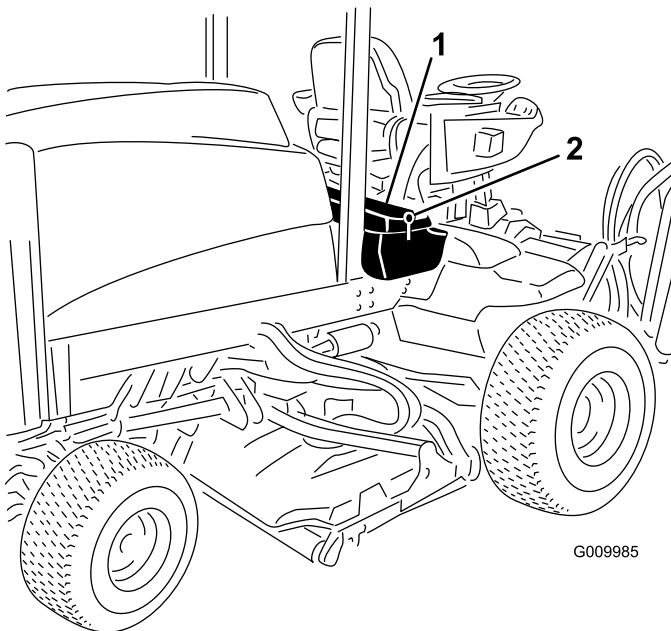

Figura 61
1. Allentate il fermo del coperchio del vano portaoggetti di destra e sollevate il coperchio (Figura 61).
3. Chiudete il coperchio del vano portaoggetti di destra e fissatelo con il dispositivo di chiusura (Figura 61).